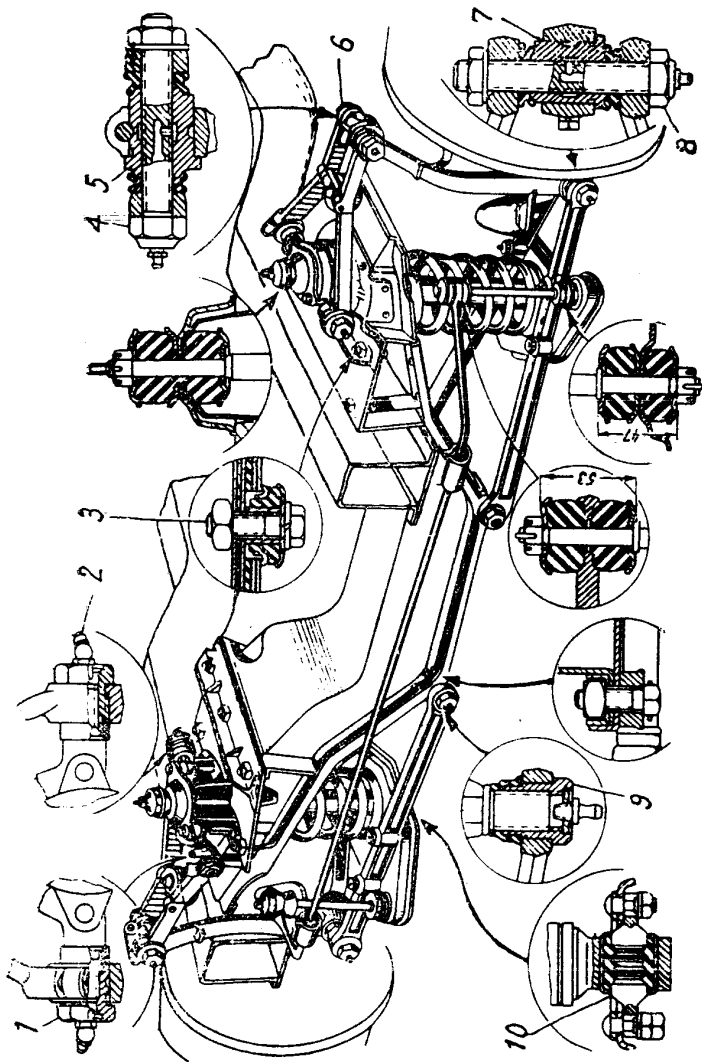

Рис. 52. Передняя подвеска.
Передняя подвеска автомобиля (рис. 52), — независимая, на спиральных пружинах — смонтирована на второй поперечине рамы.
1. Ослабьте стяжной болт (см. рис. 52) в нижней головке стойки для освобождения регулировочной эксцентриковой втулки 7.